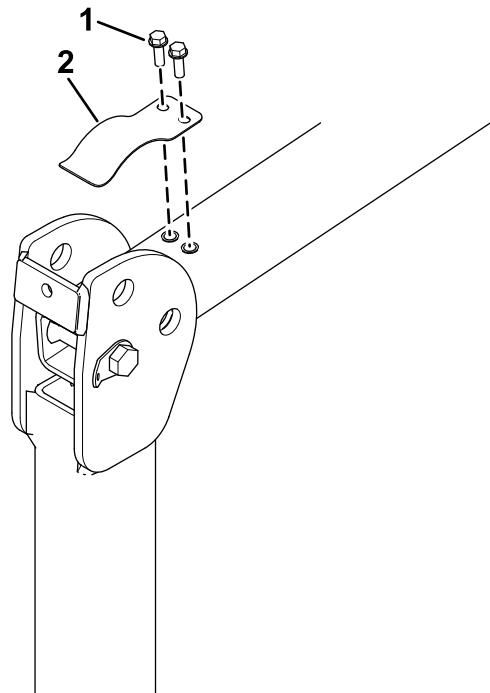

Figura 15
1. Com a barra de segurança na posição baixada, remova a mola de lâminas anti-vibração (Figura 15) de ambos os lados da barra de segurança.